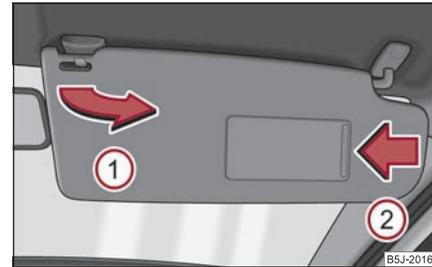

Abb. 55 Sonnenblende: Ausschwenken
Die Sonnenblende für den Fahrer bzw. Beifahrer können Sie aus der Halterung herausziehen und zur Tür in Pfeilrichtung ① ⇒ Abb. 55 schwenken.